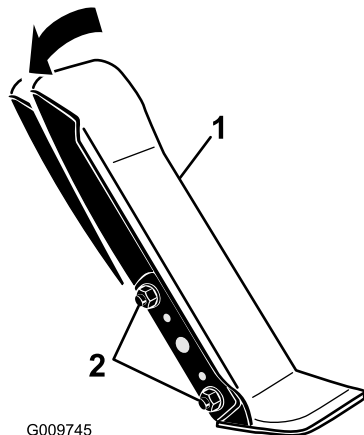

Bild 64
1. Lösen Sie die zwei Muttern und Schrauben, mit denen die linke Seite des Fahrpedals an der Halterung befestigt ist (Bild 64).
2. Drehen Sie das Pedal auf den gewünschten Winkel und ziehen Sie die Muttern fest (Bild 64).